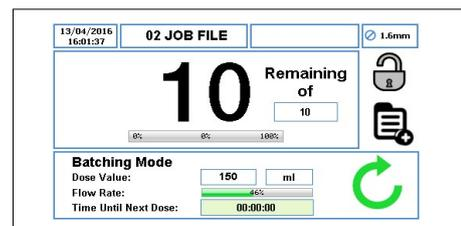

Figure 46 Réinitialiser le nombre de séries – Écran d'accueil
- ▶ Lorsque la pompe fonctionne en mode Série, vous pouvez réinitialiser le nombre de séries en appuyant sur le bouton ARRÊT, comme indiqué à la figure 46.